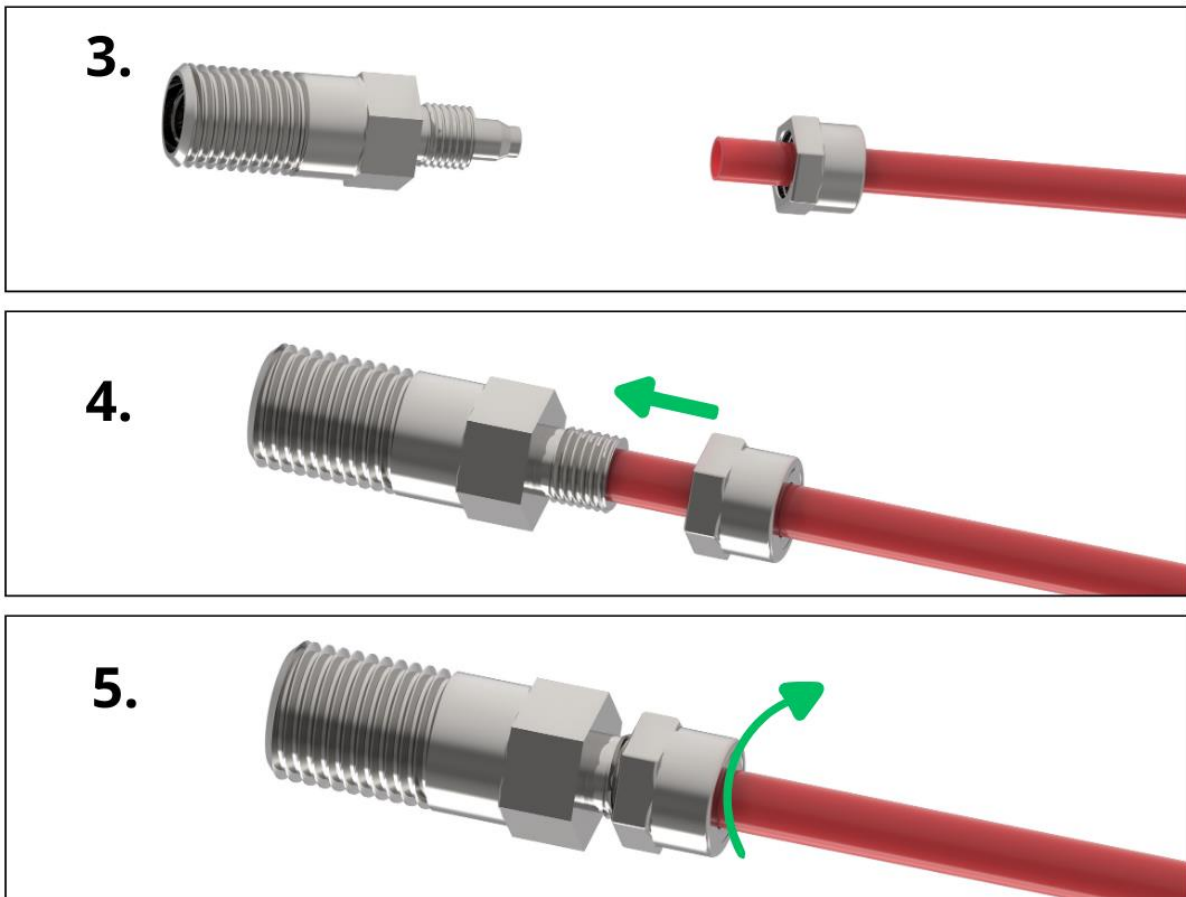

Figura 6 - Instrucciones para los conectores.
1. Asegure el tubo de detección usando grampas de montaje a intervalos no mayores a 16 cm (Ver Figura 6), en caso no ser posible utilizar precintos, u otro cualquier elemento que no lastime el uso, ni estrangule el tubo de detección DRAGOMATIC®.
3. Caliente unos segundos y luego introduzca el tubo DRAGOMATIC® a través de la tuerca de conexión provista (ver Figura 6).
4. Inserte el tubo en los conectores hasta que haga tope con el fin del conector (ver Figura 6).
5. Baje la tuerca y enrósquela a mano hasta el final, luego con una llave, correspondiente a la medida, gire la tuerca aproximadamente una vuelta más (ver Figura 6). Si se detectan fugas, ajuste la tuerca hasta eliminarlas.